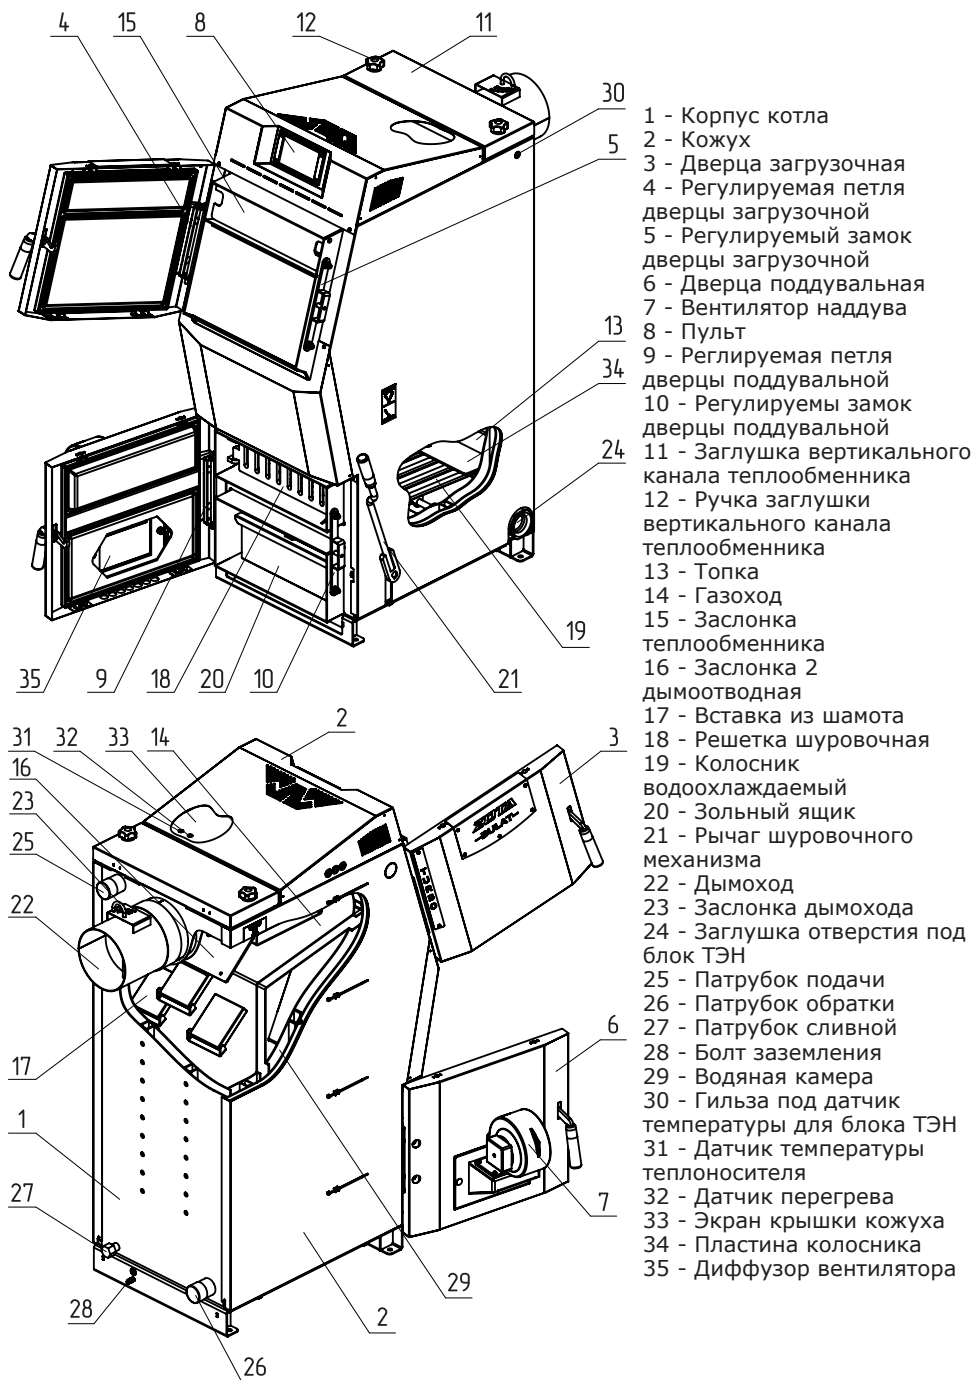

Рис.1 Конструкция отопительного котла
4.5.10. Эксплуатация котла без зольного ящика (Рис.1 поз.20).
5.1. Котел (Рис.1) состоит из корпуса (поз. 1), топки (поз.13), дымохода (поз.22). В нижней части топки находятся водоохлаждаемые колосники (поз. 19) и зольный ящик (поз.20).
Внимание! Не допускается эксплуатация котла, без установленного зольного ящика (Рис.1 поз.20). Эксплуатация котла без установленного зольного ящика приводит к прогоранию и деформации водонеохлаждаемых поверхностей котла. В случае нарушений условий эксплуатации котла, рекламации не принимаются.
Внимание! Не допускается эксплуатация котла, без установленной шуровочной решетки (Рис.1 поз.18). Отсутствие шуровочной решетки может привести к повреждению лакокрасочного покрытия и прогару поддувальной двери. В случае нарушений условий эксплуатации котла, рекламации не принимаются.
5.3. В корпус котла вмонтировано рычажное шуровочное устройство с приводом от рычага (Рис.1 поз.21) предназначенное для удаления золы с колосниковой решетки.
Внимание! Не допускается эксплуатация котла, без установленной заслонки (Рис.1 поз.15). Эксплуатация котла без установленной заслонки приводит к прогоранию и деформации водонеохлаждаемых поверхностей котла. Котел не выходит на номинальную мощность. В случае нарушений условий эксплуатации котла, рекламации не принимаются.
• Откройте заглушку вертикального канала теплообменника (Рис.1 поз.11) и уберите заслонку 2 дымоотводную (Рис.1 поз.16);
- После установки шамотных кирпичей установите заслонку 2 дымоотводную (Рис.1 поз.16) и заглушку вертикального теплообменника (Рис.1 поз.11).